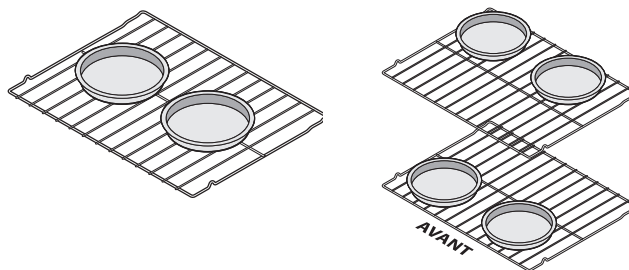

Figure 5 : Cuisson des gâteaux à étages sur deux grilles
- Pour cuire sur deux grilles, laisser au moins 5 cm (2 po) d'écart entre les aliments pour assurer une circulation d'air adéquate. Disposer les ustensiles de pâtisserie comme illustré à Figure 5.